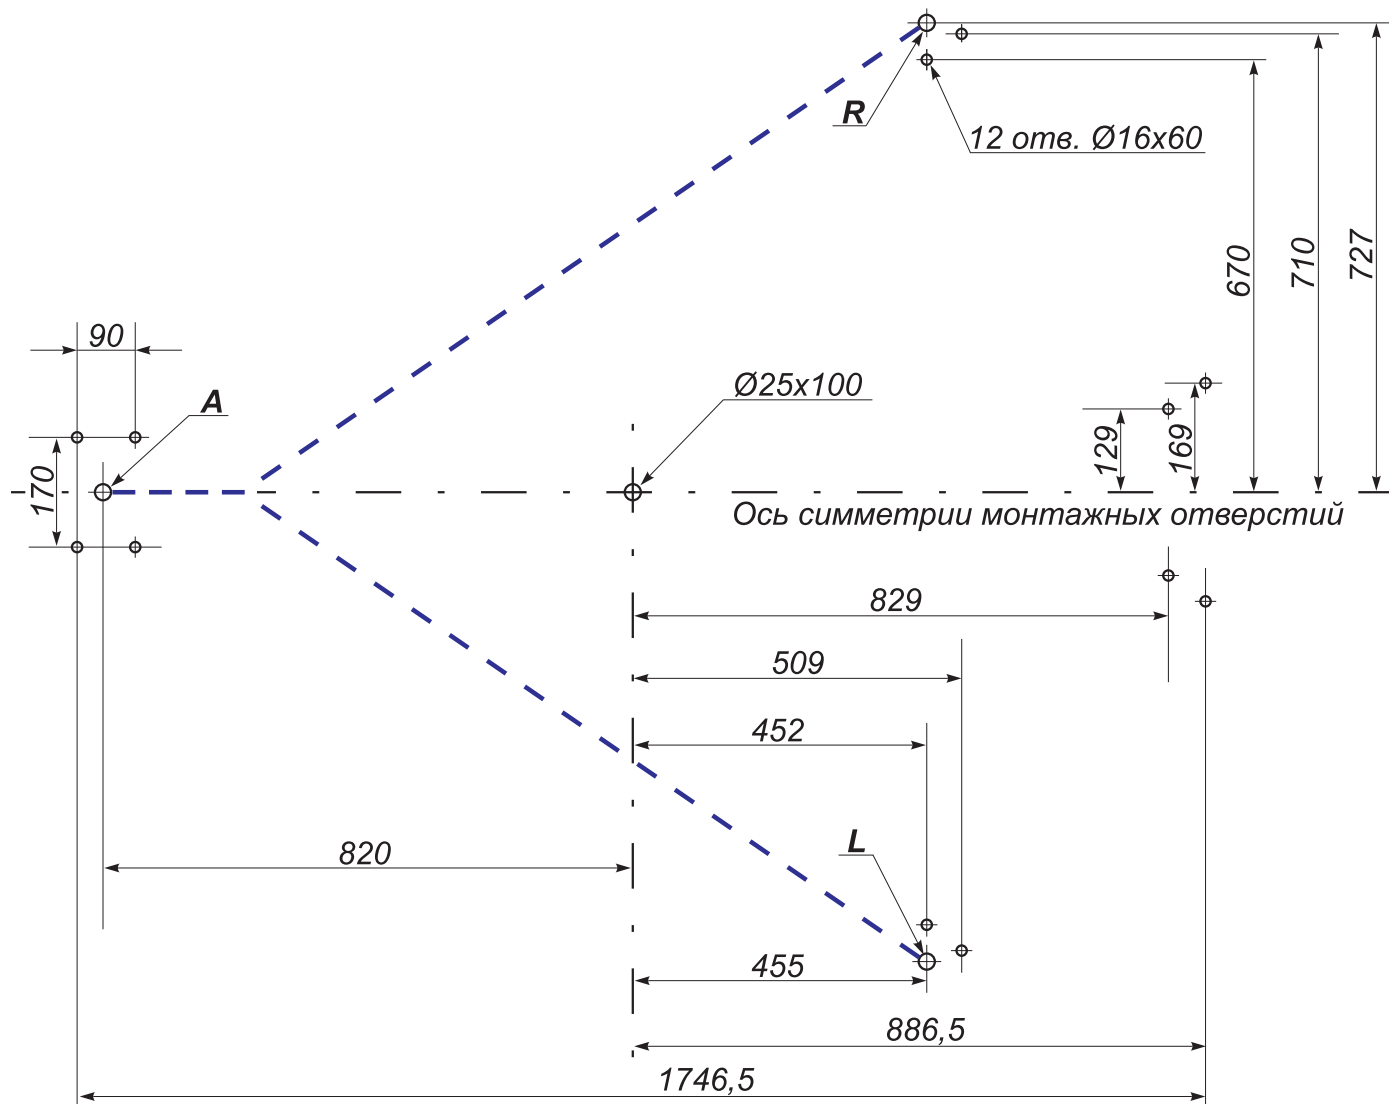

Рисунок 8 – Схема разметки для установки турникета:
8.2.6 Установите левую секцию формирователя прохода (6) таким образом, чтобы опорная стойка секции с блоком индикации (9) располагалась над зоной *L* (рисунок 8). Совместите четыре отверстия во фланцах (8) секции с отверстиями в установочной поверхности. Закрепите секцию с помощью анкерных болтов, при этом усилие затяжки болтов должно быть предварительным, обеспечивающим возможность регулировки отклонения секции от вертикали. Подведите кабель индикации (10) и кабель считывателя (23)* по кабельному каналу к зоне *A*.
8.2.7 Установите и закрепите правую секцию формирователя прохода (7) таким образом, чтобы опорная стойка секции с блоком индикации располагалась над зоной *R* (рисунок 8). Подведите кабель индикации (11) и кабель считывателя (24)* по кабельному каналу к зоне *A*.
8.2.10 Установите преграждающую стойку фланцем (4) на зону А, а нижний узел вращения (5) — на отверстие с анкером $\varnothing 25$ мм (рисунок 8). Совместите четыре отверстия во фланце и одно отверстие в центре нижнего узла вращения с отверстиями в установочной поверхности. Закрепите преграждающую стойку с помощью анкерных болтов, при этом усилие затяжки болтов должно быть предварительным, обеспечивающим возможность регулировки её отклонения от вертикали.
8.2.22 Установите собранный ротор (1) (п. 8.2.18) с небольшим наклоном нижним концом в нижний узел вращения (5) в исходное положение, соответствующее выбранному варианту перекрытия створками зоны прохода в исходном состоянии турникета (А или Б, см. п. 5.2.12).
Для обеспечения возможности работы турникета в **бесшлюзовых режимах (вариант А исходного состояния турникета)** перекройте зону прохода **одной** створкой, расположив её параллельно оси симметрии монтажных отверстий (рис. 8) в направлении к стыку секций (6) и (7) формователя прохода (рис. 1 и 12, а).